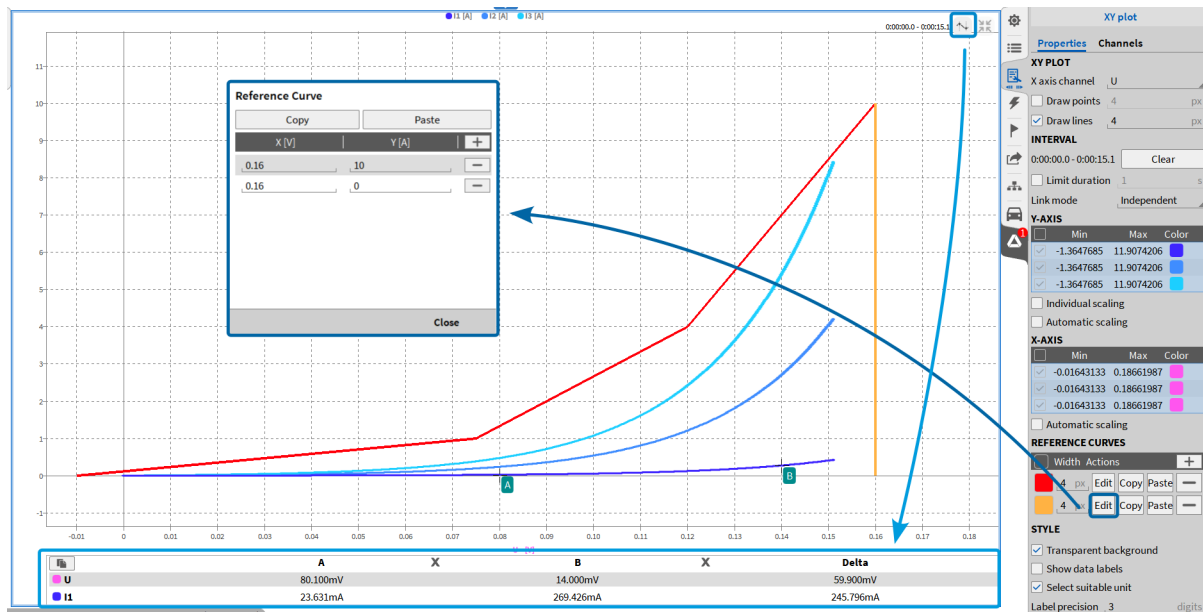

Abb. 8.41: XY-Anzeige – hervorgehobene Referenzkurveneinstellungen und A/B-Cursor
- Klicken Sie auf „Bearbeiten“, um die Referenzkurve durch Eingabe der X- und Y-Koordinaten zu definieren. OXYGEN zeichnet automatisch lineare Segmente zwischen den definierten Punkten. (siehe Abb. 8.41).